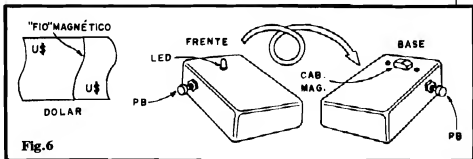

Fig.6
- FIG. 6 - A CAIXA DO TESTA-DOLAR - O "CONTEÚDO" MAGNÉTICO DAS NOTAS (VERDADERAS) DE DOLAR - Para facilitar ao máximo o uso do dispositivo, recomendamos que a finalização da caixa seja feita conforme a sugestão da figura: na parte frontal fica apenas o LED indicador, enquanto que numa das laterais, em posição confortável para acionamento pelo polegar do usuário (condicionar o lado para destros ou canhotos) pode ficar o push-button. Na parte inferior do container deve ser aberta uma pequena "janela" quadrada ou retangular, para passagem e fixação do cabeçote magnético, que deverá projetar-se para fora, alguns milímetros... A fixação desse componente sensor poderá ser feita pelas suas abas ou "orelhas", com o auxílio de pequenos parafusos, ou ainda com adesivo forte, de epoxy ou de cianoacrilato... A figura mostra ainda o "conteúdo" magnético das notas de dolar (o diagrama é uma mera estilização, não indicando posição, tamanho e disposição obrigatoriamente reais dessa tarja magnética de segurança... O importante é saber que - nas notas boas - ela está lá...).